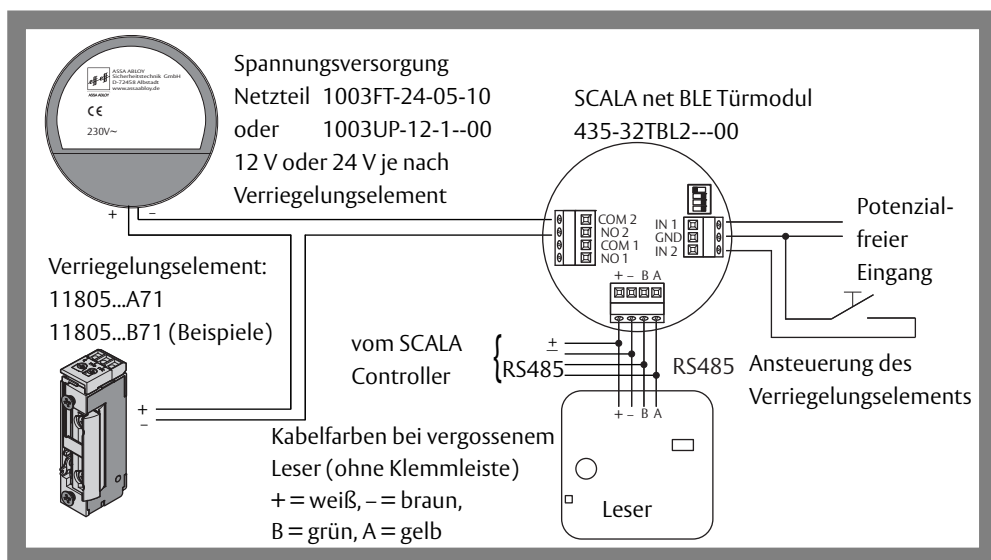

Abb. 3: Anschlussplan
- 2 Schließen Sie alle Komponenten sowie die Stromversorgung gemäß dem Anschlussplan (Abb. 3) an.